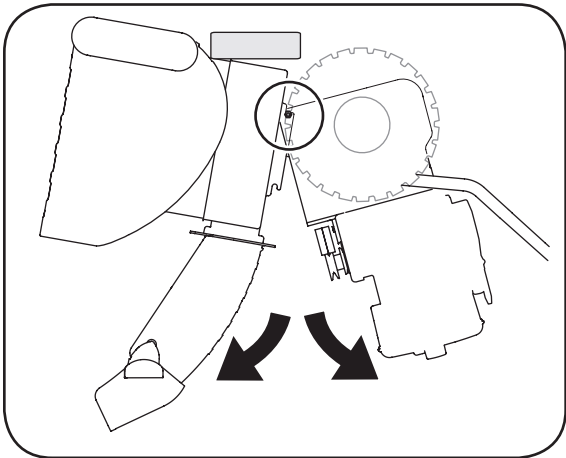

Figure 29
9. Placez une cale en bois sous l'habitacle de la tarière, comme à la Figure 29 et séparez l'habitacle de la tarière du châssis en faisant basculer l'habitacle vers l'avant et en tirant sur les poignées.